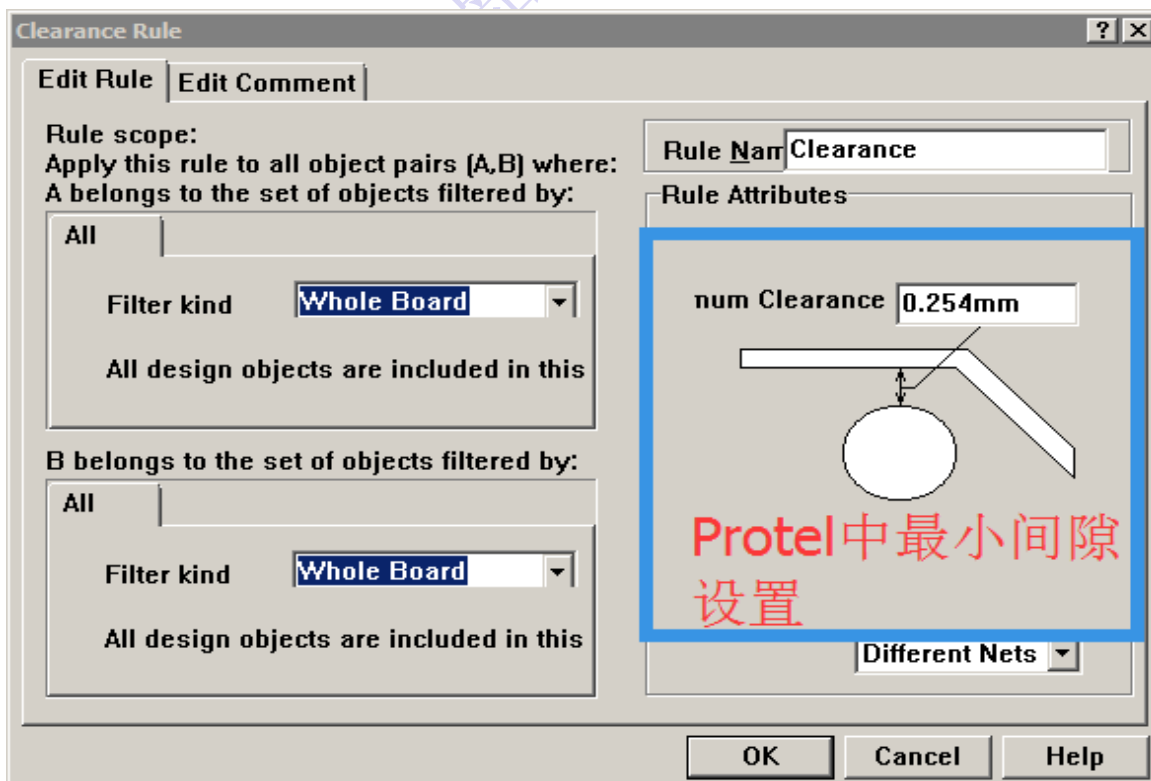

图 25 Protel99 se 中最小间隙设置方法
a). 在 Protel99 se 中, 点击“Design—Rules”, 选择“Routing”下的“Clearance Constraint”, 点“Properties”如图 25 所示。